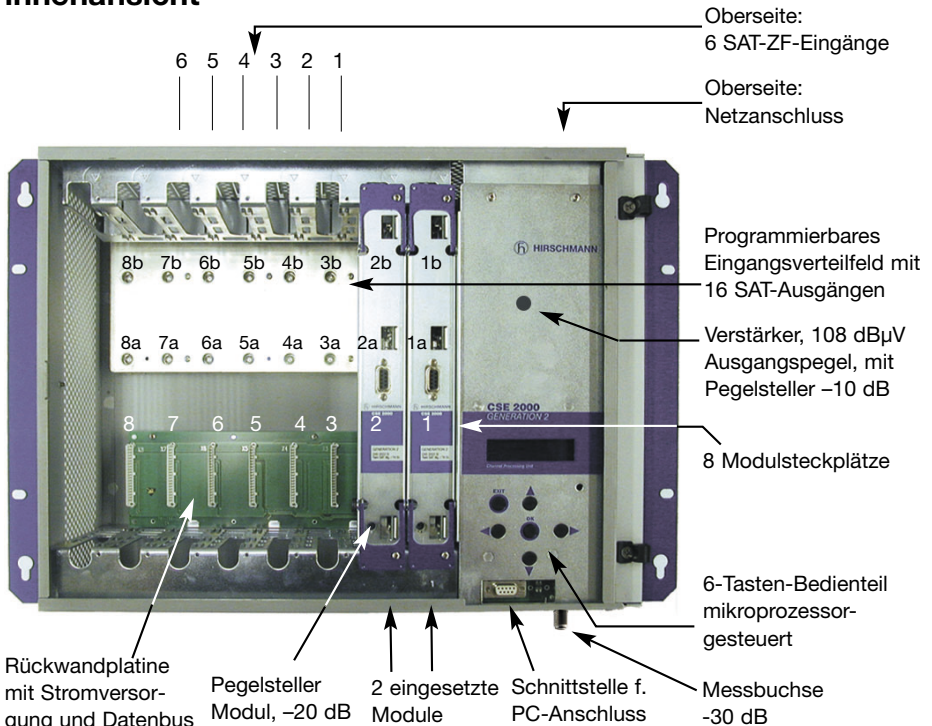

Abb. 1: Geöffnetes Basisgerät mit 2 eingesetzten Modulen
- ▶ Das Eingangsverteilfeld besitzt sechs Sat-Eingänge und 16 Sat-Ausgänge. Es stellt für jeden Modulplatz zwei Ausgänge bereit, siehe Abb. 1. Single-Module nutzen jeweils nur den Ausgang in der unteren a-Reihe. Twin-Module nutzen auch die darüber befindliche b-Reihe. Jedes Twin-Modul ist dadurch in der Lage zwei voneinander unabhängige Kanäle zu verarbeiten.